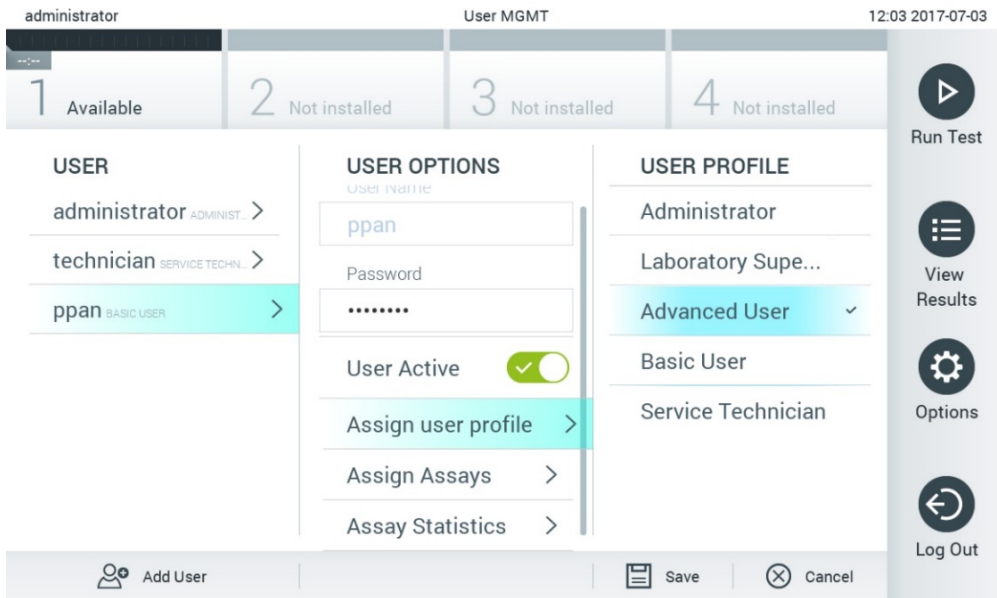

Figura 61. Atribuição de perfis de utilizador aos utilizadores.
- Assign User Profile (Atribuir perfil de utilizador): permite atribuir um perfil de utilizador diferente para esse utilizador (por ex., Administrator [Administrador], Laboratory Supervisor [Supervisor de laboratório], Advanced User [Utilizador avançado], Basic User [Utilizador básico]). Seleccione o perfil de utilizador adequado a partir da lista à direita da área de conteúdo (Figura 61).